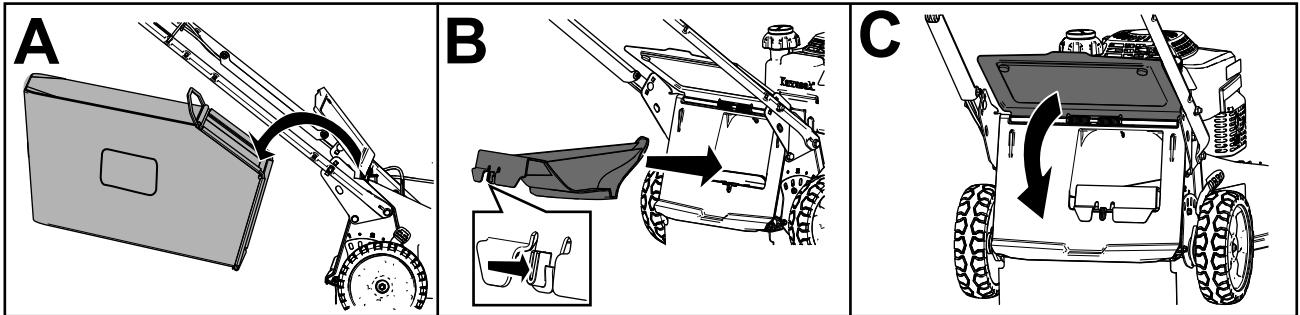

Рисунок 19
- Если травосборник находится на машине, снимите его; (вид А на Рисунок 19).
- Если задняя выпускная заглушка не установлена, возьмите заглушку за рукоятку, поднимите задний дефлектор и вставьте ее в желоб заднего выброса, пока защелка не зафиксируется на месте (вид В на Рисунок 19).
- Выньте штангу травосборника из выемок в основании рукоятки (вид А на Рисунок 19).
- Вставьте выпускную заглушку (вид В на Рисунок 19).
- Опустите задний дефлектор (вид С на Рисунок 19).